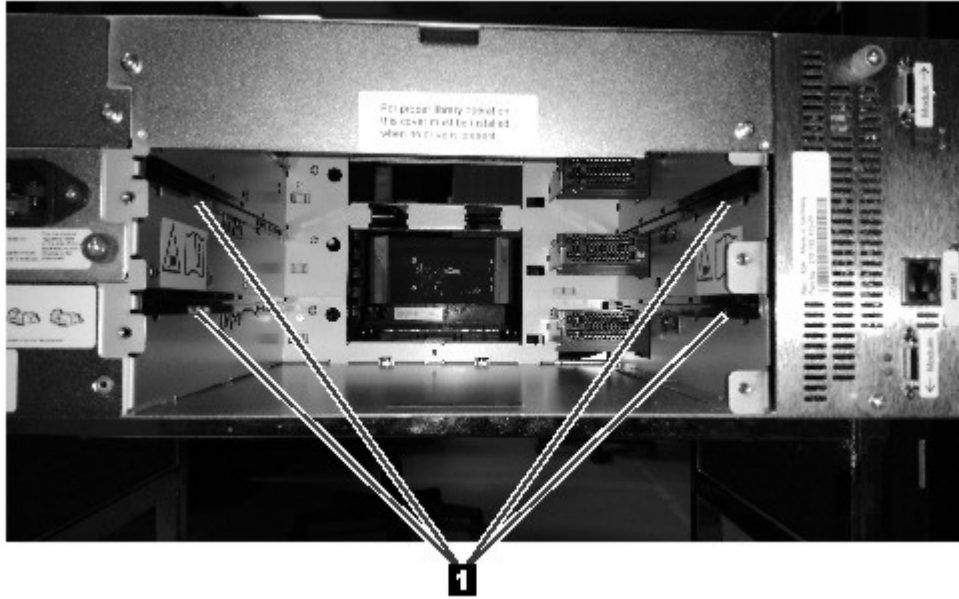

図 60. 位置合わせレール
2. 新しいテープ・ドライブを位置合わせし、ドライブ・アセンブリーを支えながら、位置合わせレール (124 ページの図 60 の **1**) に沿ってドライブ・ベイにゆっくり挿入します。テープ・ドライブとライブラリーの背面パネルはぴったり重なる必要があります。